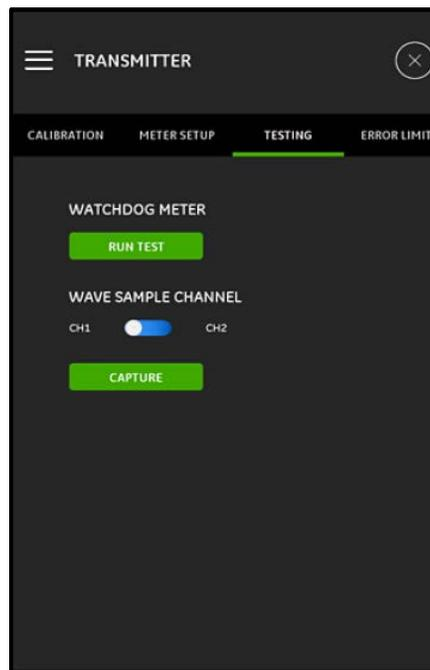

Рис. 114: Меню TESTING (ТЕСТИРОВАНИЕ)
Меню TESTING (ТЕСТИРОВАНИЕ) (см. Рис.114 ниже) используется для того, чтобы обеспечить правильное функционирование РТ900. Меню содержит следующие тесты:
1. Щелкните кнопку RUN TEST (ЗАПУСК ТЕСТА) в меню TESTING (ТЕСТИРОВАНИЕ) (см. Рисунок 114 на странице 100).